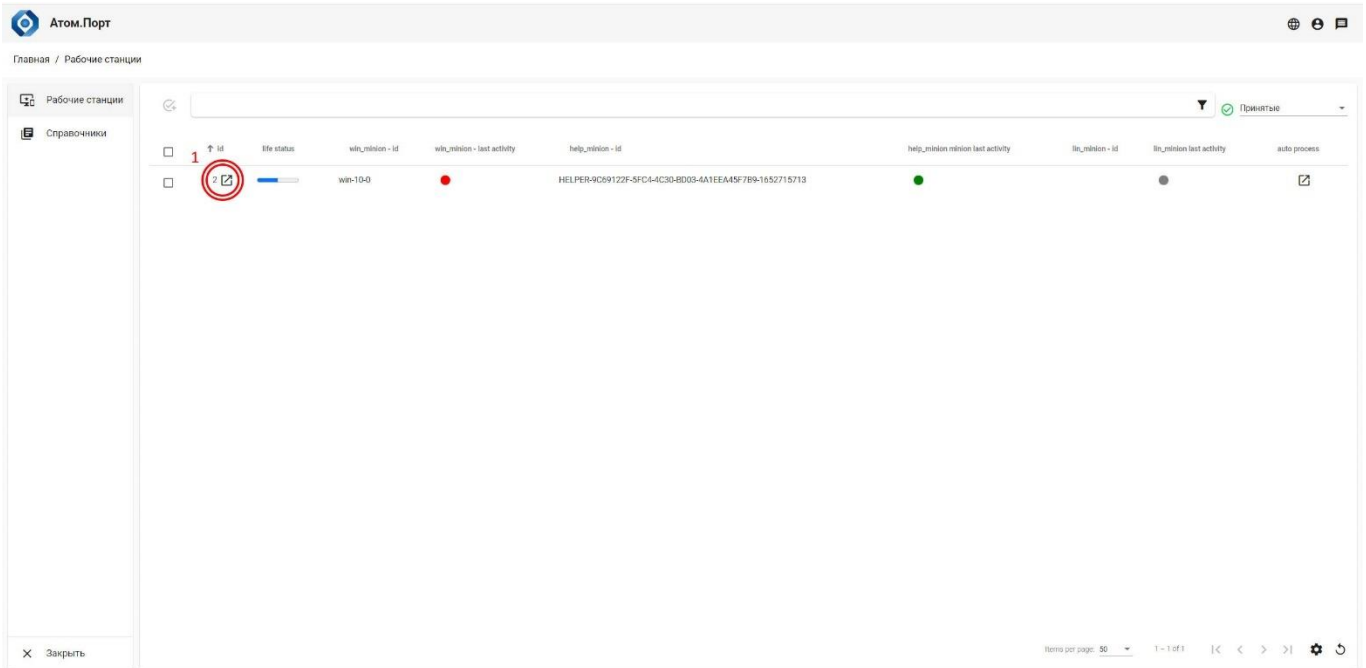

Рисунок 12 – Переход на страницу детальной информации о рабочей станции
1. В главном меню веб-интерфейса перейти на страницу «Рабочие станции». Нажать на пиктограмму детальной информации о рабочей станции (Рисунок 12, поз. 1).